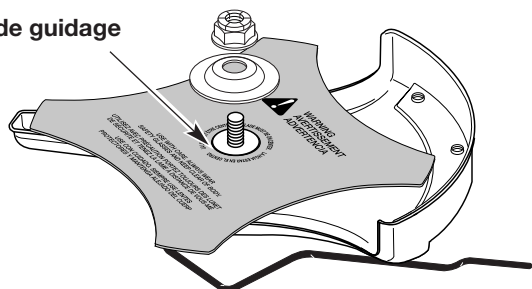

Fig. 11
- Assurez-vous que la lame de coupe est centrée sur le pas de guidage et qu'elle repose à plat contre la bague de l'arbre de sortie (Fig. 11).